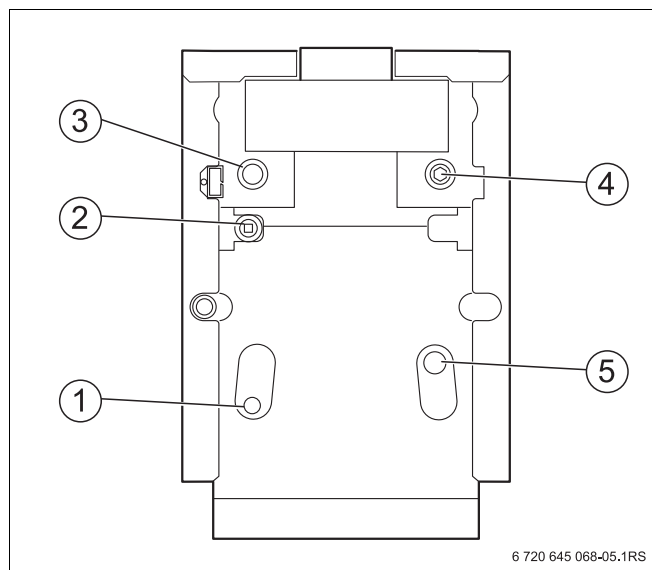

Рис. 5 Подключения Logano G234 WS
- Подключить обратную линию системы отопления к патрубку обратной линии отопительного котла RK (Рис. 5, поз. 5).
- Подключить подающую линию системы отопления к патрубку на отопительном котле VK (Рис. 5, поз. 3).
- Установить предохранительный клапан на подающую предохранительную линию VSL (Рис. 5, поз. 4) под прерывателем тяги.
- Подключить обратную линию бака-водонагревателя к патрубку обратной линии бака RS (Рис. 5, поз. 5).
- Подключить подающую линию бака-водонагревателя к VS (Рис. 5, поз. 2).